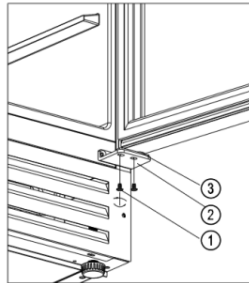

Abbildung 1
- Lösen Sie die beiden Schrauben ① aus dem rechten unteren Scharnier ② [Abbildung 1].